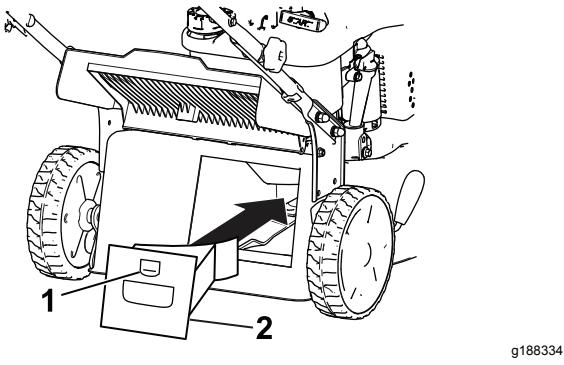

Figura 16
1. Sollevate lo sportello posteriore e tenetelo sollevato (Figura 16).
2. Installate il tappo di mulching nel vano e fissatelo nell'apertura nel vano stesso (Figura 16).